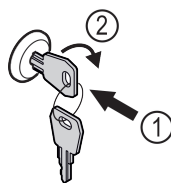

Fig. 243
- Insérer la clé. Fig. 243 (1)
- Tourner la clé à 90° dans le sens horaire. Fig. 243 (2)